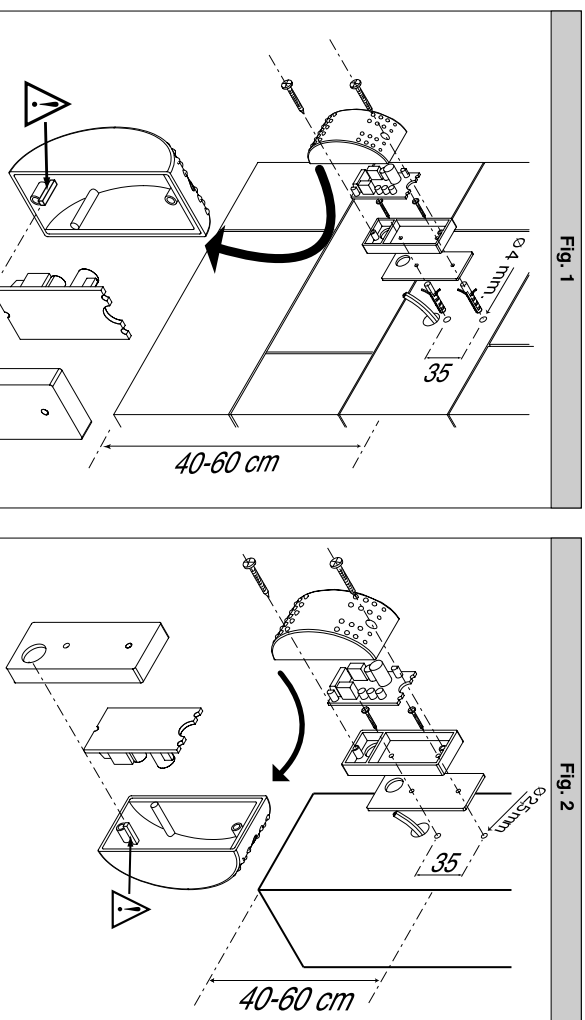

Fig. 2
- Installation sur poteau en fer (fig. 2): vérifier que les surfaces de fixation sont planes et parallèles entre elles. Fixer le gabarit posterior en effectuant 2 trous ø 2,5 mm pour visser les vis-taraud fournies en dotation.
- Installation auf Eisenposten (Abb. 2): Die Flächen für die Befestigung der Zellen müssen eben und parallel zueinander sein. Die hintere Maske anlegen, 2 Löcher ø 2,5 mm bohren und dort die beiliegenden selbstschneidenden Schrauben einführen.
- Instalación en un pilar de hierro (fig. 2): controle que las superficies de sujeción sean planas y paralelas entre sí. Fije la placa trasera realizando 2 taladros de  $\varnothing$  2,5 mm en donde enrosca los tornillos autobrochadores suministrados.
- Instalação no pilar de ferro (fig. 2): verifique que as superfícies de fixação sejam planas e paralelas entre elas. Fixe a máscara posterior fazendo 2 furos  $\varnothing$  2,5 mm nos quais aparafusar os parafusos auto-roscantes fornecidos com o equipamento de base.